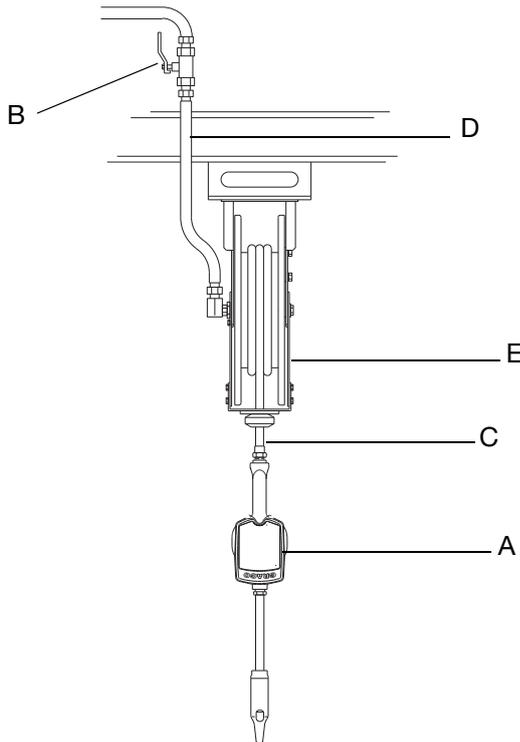

ABB. 1
Die in ABB. 1 gezeigte Installation stellt nur eine Richtlinie für die Auswahl und den Einbau von Systemkomponenten dar. Bitte Sie Ihre Graco-Vertretung um Hilfe bei der Ausführung Ihres Systems.
3. Schließen Sie das Absperrventil (B) (ABB. 1, Seite 6).